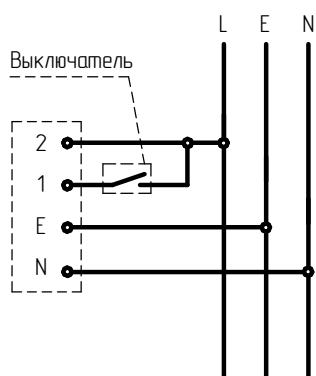
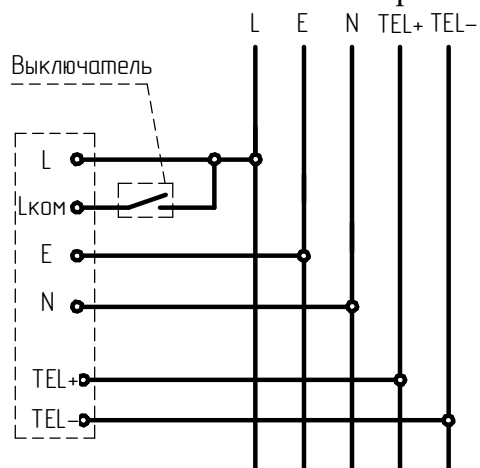

Рисунок 5 - Схема подключения светильника с аварийным блоком питания к сети
Рисунок 6 - Схема подключения светильника с аварийным блоком питания и функцией TELECONTROL к сети
6.6 Подключение светильника с аварийным блоком питания производить согласно схеме (рисунок 5). Подключите фазовый провод некоммутированной сети освещения (т.е. между фидером и светильником не должно быть никаких выключателей, кроме автоматов защиты) к клемме 2, а фазовый провод коммутированной сети к клемме 1. Подключение светильника с аварийным блоком питания с функцией TELECONTROL производить согласно схеме (рисунок 6.)